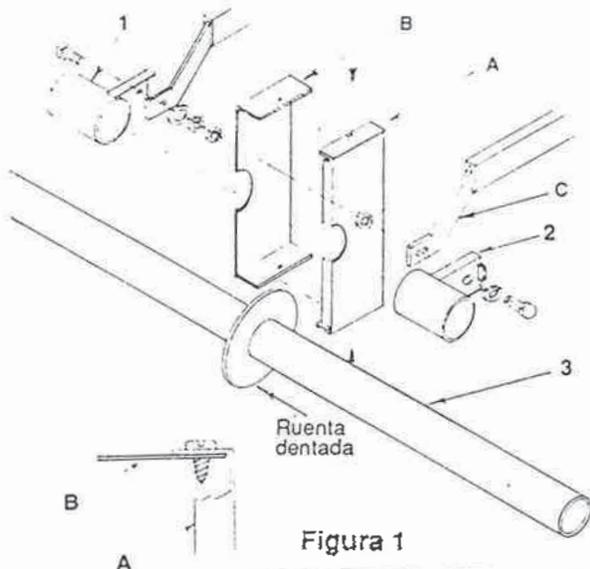

Figura 1
1. Monte los cojinetes de la rueda trasera, guardas y ejes según indica la figura 1.